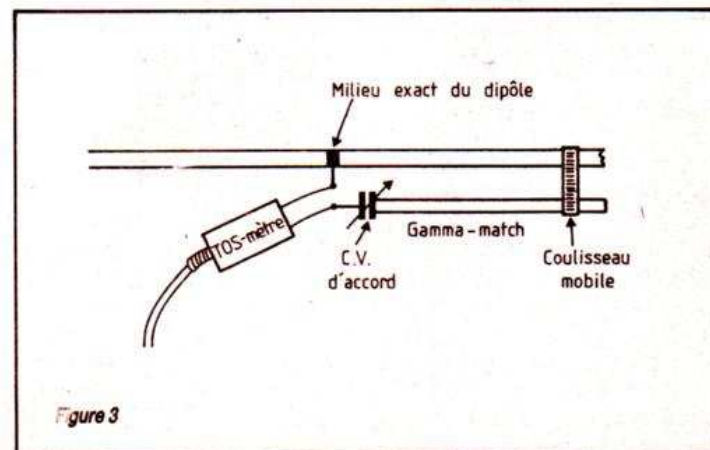

Figure 3
c) L'inverseur lo (fig. 3) détermine un courant de base faible en B et plus important en A.
un câble de 75  $\Omega$  que de 50  $\Omega$  étant donné qu'il s'adapte aux deux. C'est une question de quelques centimètres en plus ou en moins (fig. 3). Pour cette troisième manipulation, nous utiliserons un TOS-mètre, connecté en sortie, aux lieux et places du câble, et, à l'entrée, au câble choisi, lequel sera réuni à l'émetteur de faible puissance utilisé précédemment. Les points sur lesquels il est possible d'intervenir sont : la capacité d'accord du Gamma-match et sa longueur déterminée par la position d'un coulisseau mobile qui glisse simultanément sur les deux tubes à frottement assez dur pour assurer un contact suffisant. En appliquant la faible puissance de l'émetteur d'essais, le TOS-mètre en position directe va dévier franchement. Ira-t-il jusqu'en bout d'échelle ? Tout dépend de la puissance appliquée et de la fréquence de travail. En effet, plus la fréquence de travail est basse, plus il faudra de puissance pour une déviation complète de l'appareil de mesure. Mais cela n'a que peu d'importance. En position « Réfléchi », on observera une lecture différente, probablement beaucoup plus faible, ce qui est bon signe et doit être amélioré de la manière suivante :